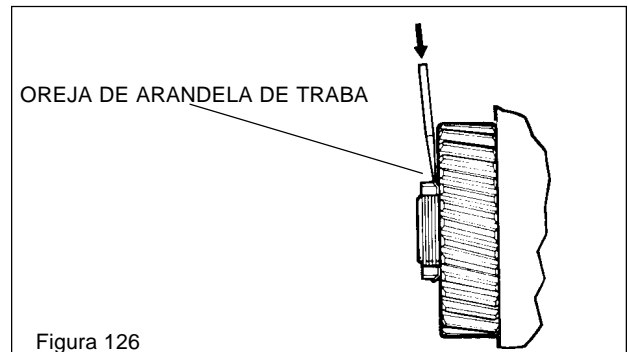

Figura 126
4. Deslice las arandelas de presión y las contratuercas. Apriete las contratuercas con una llave ajustable o punzón. (Vea la figura 126) Doble la oreja de traba para sujetar. Consulte en la Tabla 2, página 50 el límite adecuado del par de apriete.